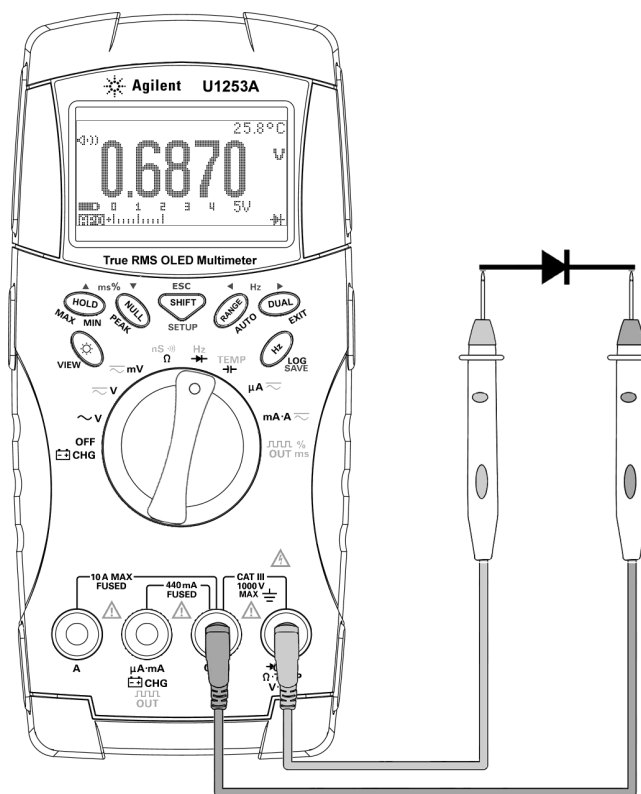

Figura 2-10 Misurazione della polarizzazione diretta di un diodo
- 3 Collegare il puntale di misura rosso al terminale positivo (anodo) del diodo e il puntale di misura nero al terminale negativo (catodo). Consultare la Figura 2-10 a pagina 47.